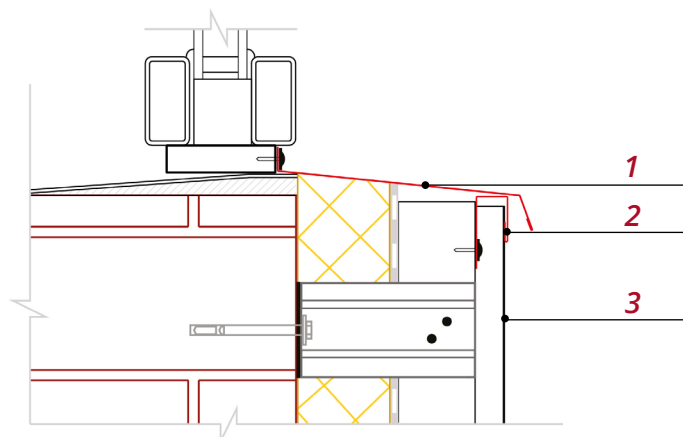

Рис. 22
■ Глубину выреза делайте так, чтобы смонтированная панель **3** вырезом вошла в П-образную планку **2** под отливом **1** (рис.22).
■ Если под окном установлен Н-профиль, необходимо делать разметку панелей с учетом размеров Н-профиля (рис.22)